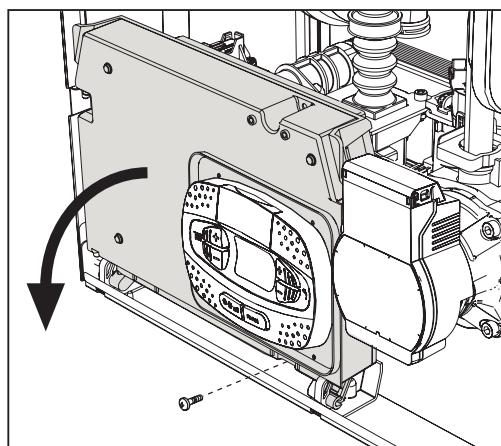
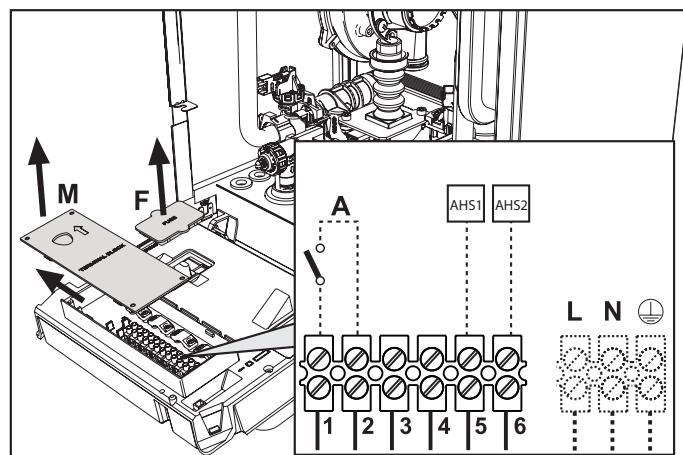

fig. 206 -
fig. 207 -
Dopo aver tolto il pannello frontale (sez. "15.8 Manutenzione straordinaria e sostituzione componenti della pompa di calore" a pagina 93) è possibile accedere alla morsettiera (M) e al fusibile (F) della scheda elettrica della caldaia seguendo le indicazioni descritte di seguito (fig. 206 e fig. 207). I morsetti indicati nella fig. 207 devono essere a contatti puliti (non 230V). La disposizione dei morsetti per i diversi allacciamenti è riportata anche nello schema elettrico "SCHEMA ELETTRICO UNITA' INTERNA" a pagina 101.
### **20.3 Configurazione Interruttore ON/OFF (A fig. 207)**